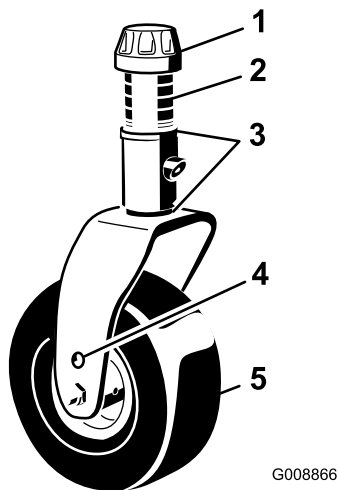

図 14
11. ステッカーに表示されている刈り高になるよう、3 mmのシムで調整する（図 14）；「カッティングユニットのピッチの調整」を参照。